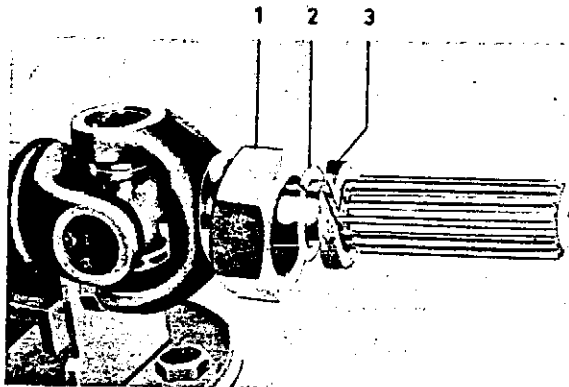

Abb. 19 Sicherungsmutter für Zwischenlager, früh. Ausf.
2. Mutter, Scheibe und Filzdichtung auf der Keilwelle anbringen, sofern es sich um eine Mutter für die Ausführung entspr. Abb. 19 handelt. Bei der Ausführung mit Gummimanschette als Staub-